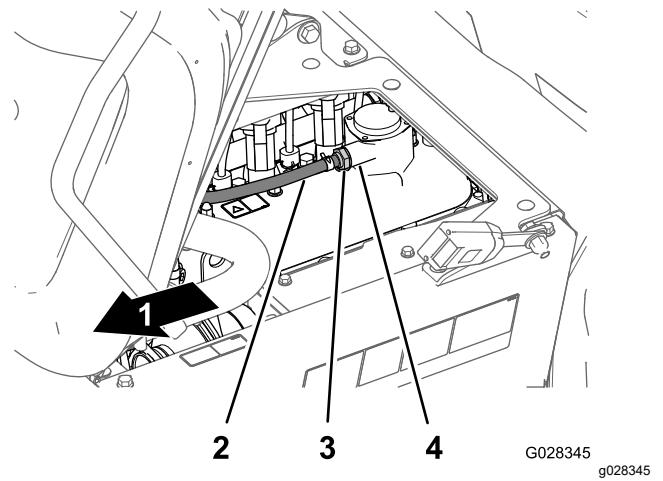

Bild 78
2. Entfernen Sie das PCV-Ventil vom Anschlussstück des Ventildeckels (Bild 78).
Hinweis: Wenn die innere Drossel des Ventils klappert, ist das PCV-Ventil funktionsfähig; wenn die innere Drossel beim Schütteln nicht frei klappert, muss das PCV-Ventil ausgetauscht werden (Bild 78).
4. Setzen Sie das PCV-Ventil ein, bis es vollständig in der Dichtung am Anschlussstück am Ventildeckel sitzt (Bild 78).